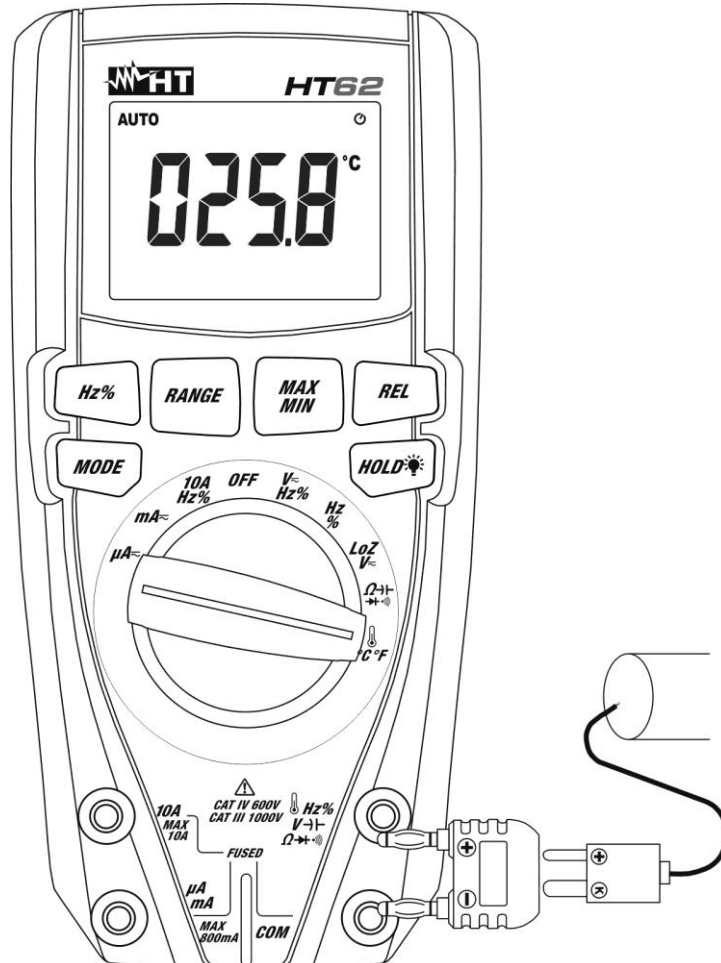

Fig. 9: Uso do instrumento para a Medição de Temperaturas
3. Inserir o adaptador fornecido nos terminais de entrada $\text{Hz}\% \text{V} \rightarrow \text{I} \rightarrow \Omega \rightarrow \text{I} \rightarrow \text{I}$) (polaridade +) e **COM** (polaridade -) (ver Fig. 9).